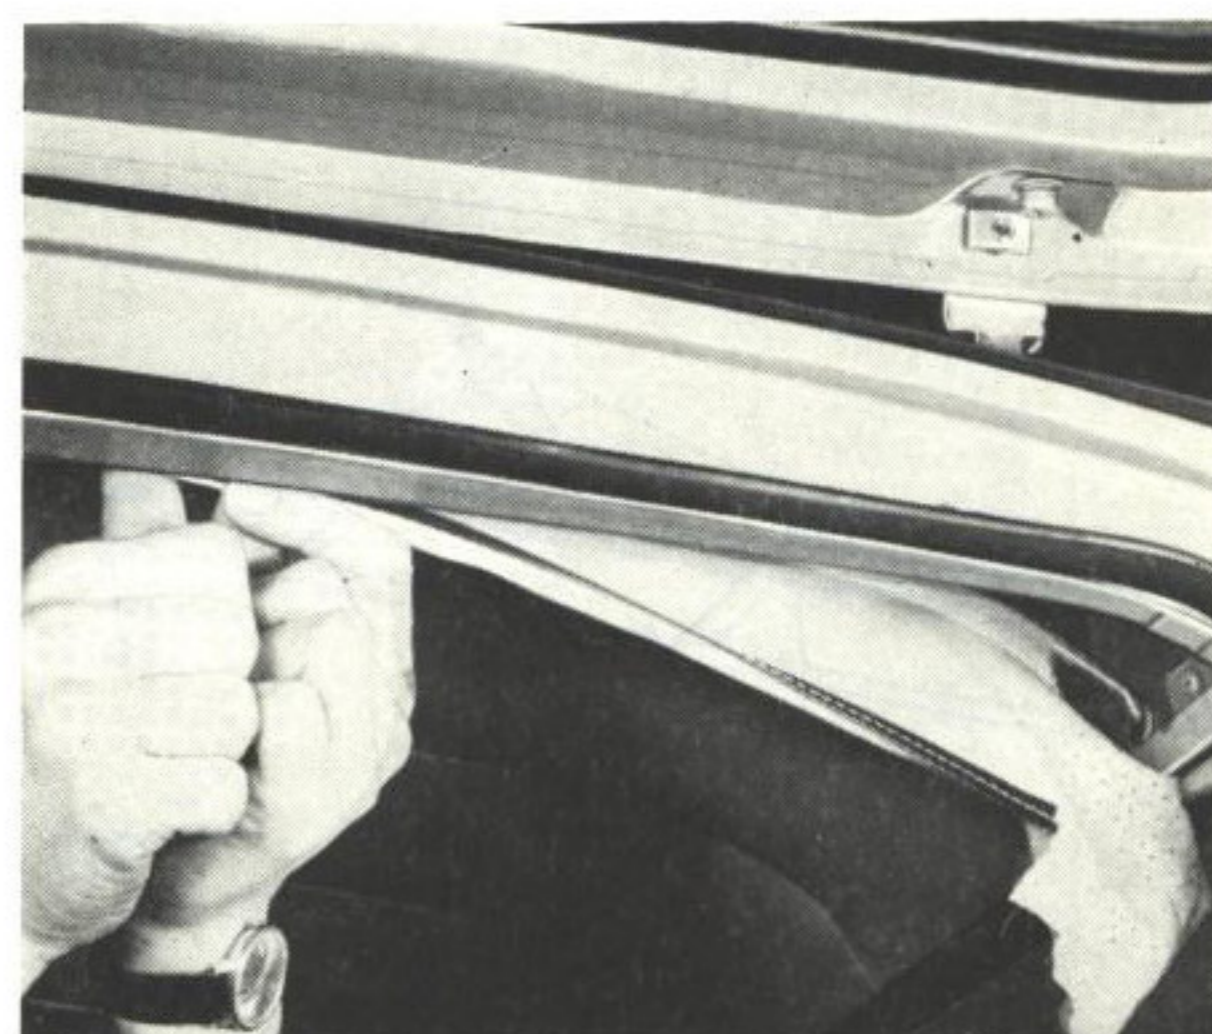

Bild 43. Bakre plastlisten omviks och monteras
2. Vik om plastlisten för takklädseln enligt bild 43 och tryck upp den på plats med hjälp av takspaden. Fäst klädseln i hörnet (bild 44).